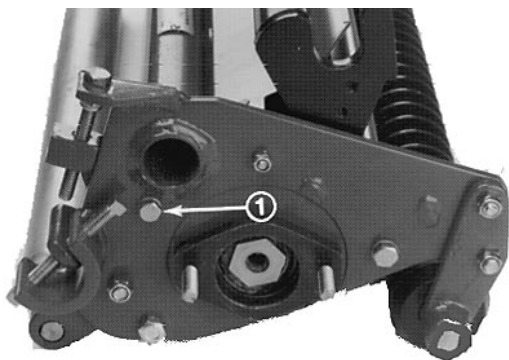

Fig. 4
1. Allentare il bullone di bloccaggio sul lato dell'apparato falciante (Fig. 4).